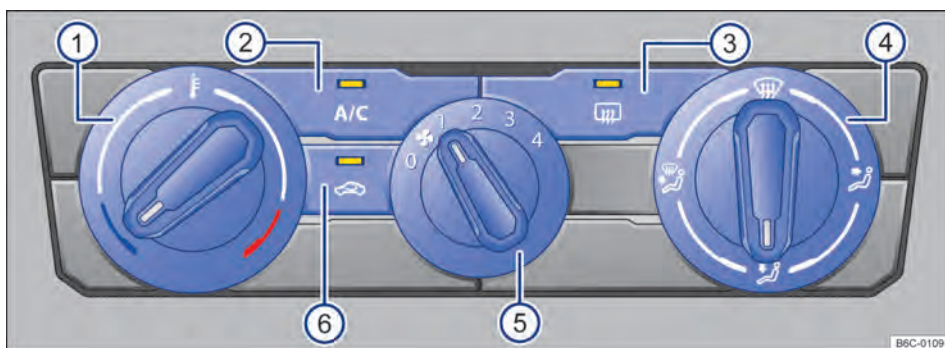

Fig. 82 Comandos do ar-condicionado.
- *Ar-condicionado*: girar o regulador do ventilador para o nível 0 → Fig. 82 ⑤.
- *Ar-condicionado*: pressionar o botão **A/C** → Fig. 82 ② para ligar e desligar o funcionamento da refrigeração.
- *Ar-condicionado*: girar o regulador rotativo esquerdo → Fig. 82 ①.
- *Ar-condicionado*: girar o regulador do ventilador → Fig. 82 ⑤.
- *Ar-condicionado*: pressionar o botão ⑥ → Fig. 82 ⑥.
- *Ar-condicionado*: girar o regulador da direita → Fig. 82 ④ para posição desejada.
– **Ar-condicionado:** girar o regulador direito para a posição  → Fig. 82 ④.
– **Ar-condicionado:** pressionar o botão  → Fig. 82 ③.